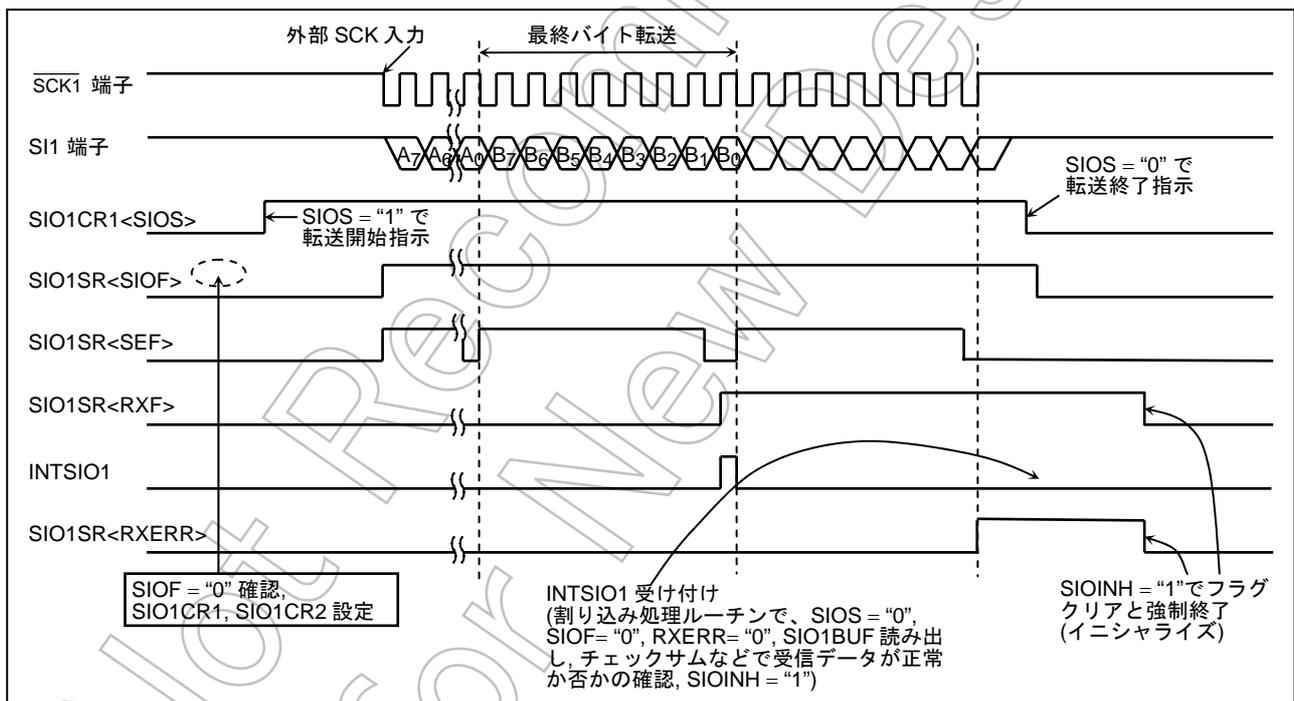

図 2.14.14 受信エラー発生の場合 (2 バイト転送、外部ソースクロックの場合)
- 注 2) 受信エラーは、データ受信完了後、SIO 停止指示 (SIO1CR1<SIOS> = "0") が有効となる前に、SCK1 端子に 8 クロック入力された場合に発生します。図 2.14.14 は、INTSIO1 割り込み処理で SIO1CR1<SIOS> = "0" の書き込みを実行する前に、SCK1 端子に 8 クロック入力されたことにより、受信エラーが発生したケースを表記したものです。